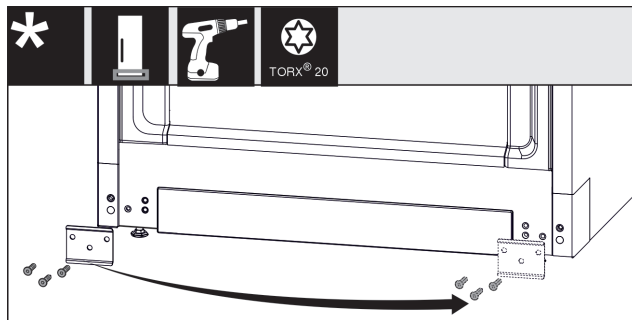

Fig. 13
- Skruva av plåten, sätt den på andra sidan och skruva på den igen. Fig. 13 (1)